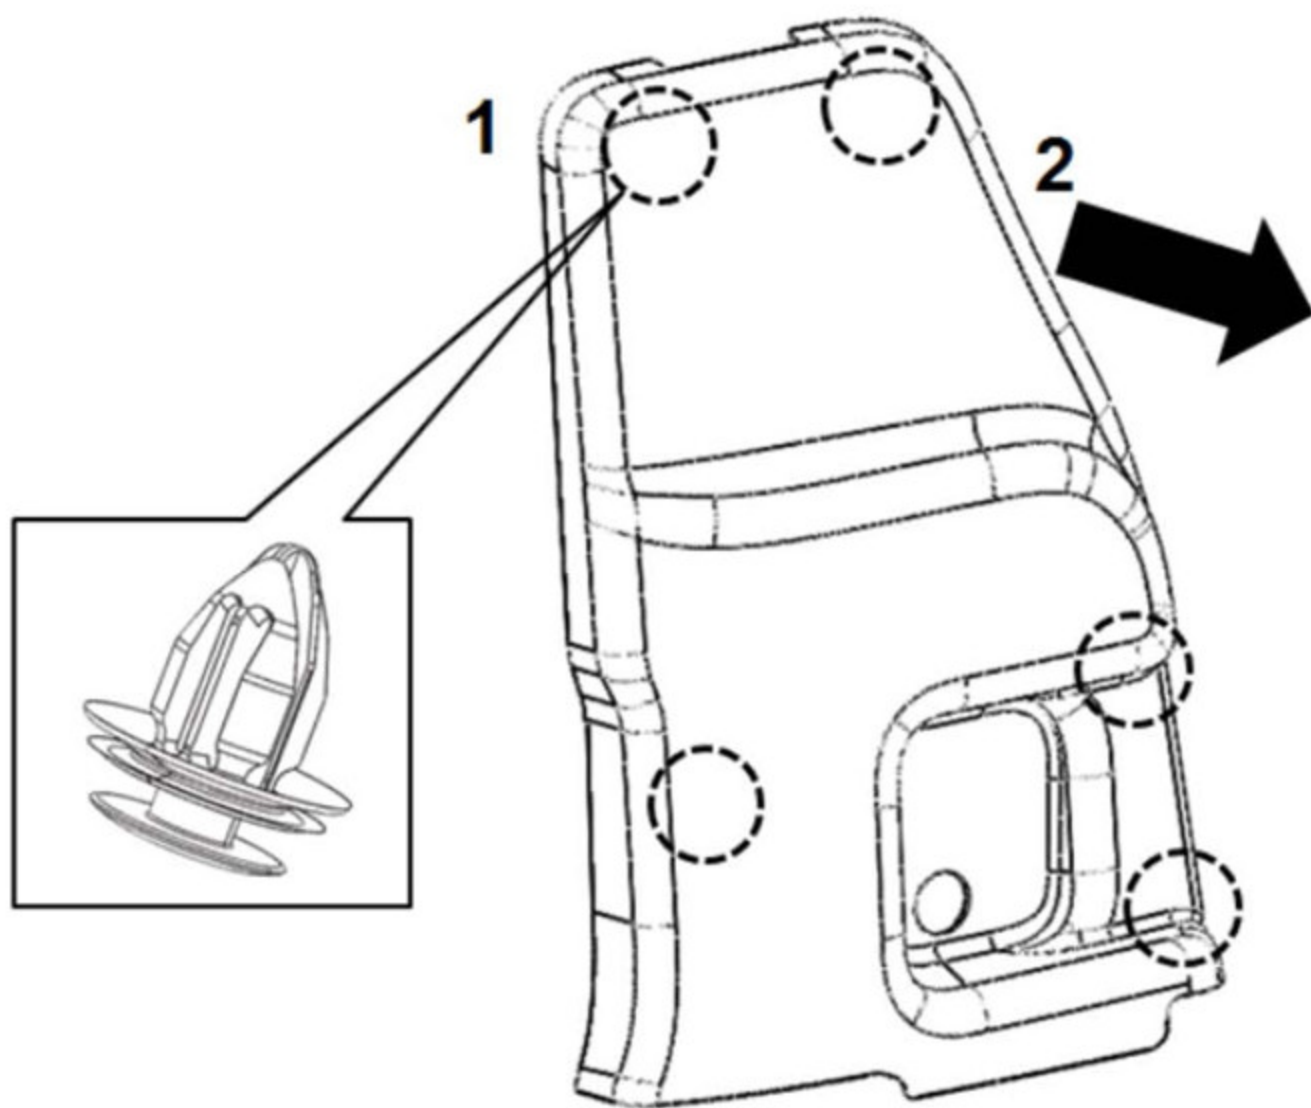

图1.8.3 B柱下护板拆卸
- ①、更换损坏的金属卡簧；
- ②、确保卡簧安装到位；
- ③、确保门框密封条正确安装。
(1) 先拆掉安全带安装点。
(2) 使用缠有保护胶带的一字螺丝刀在图 1.8.3 卡扣处沿与钣金垂直的方向往外撬出，使护板与钣金分离，沿着箭头方向即可拿下 B 柱下护板。